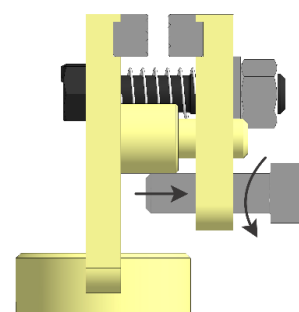

Рисунок 56
- Отведите в исходное положение регулировочные винты доводчика прижимных губок (рисунок 56).